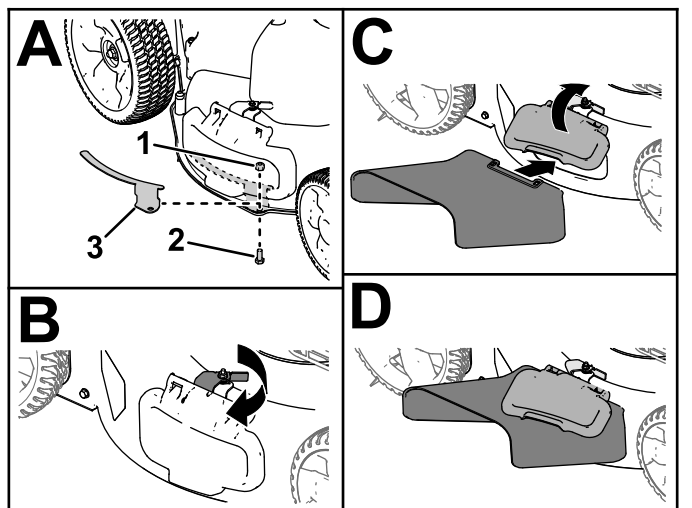

Figura 19
1. Retire o suporte do defletor de descarga lateral e os fixadores (A da Figura 19).
2. Destranque e levante o defletor lateral e instale a calha de descarga lateral (B, C e D da Figura 19).
Importante: Instale o suporte do defletor quando não estiver a utilizar a calha de descarga lateral (A da Figura 19).